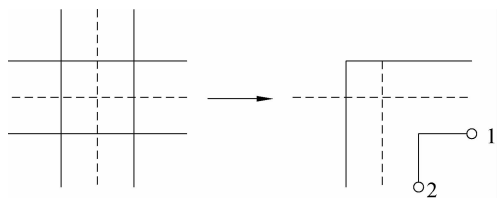

图 4-15 “角点结合”工具
(7)角点结合:用于在多线之间创建角点结合。将多线修剪或延伸到它们的交点处,如图 4-15 所示。